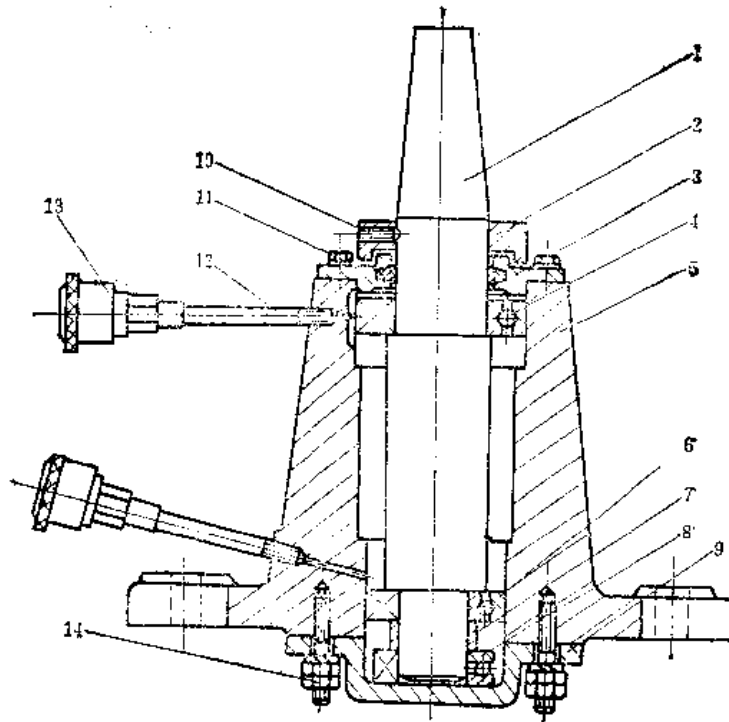

图8-8-2 机座
- ① 用拉具拆下输入轴的弹性联轴器, 接着拉下输出轴的小锥齿轮。
- ② 拆上下箱体, 先卸下箱体的全部联接螺栓, 再扭动上箱体的专用开启顶丝, 将上箱体顶起, 使两箱体分开。注意在开上下箱体时切不可用扁铲强行撬开, 防止损坏箱体法兰。
③ 拿下全部齿轮轴、端盖及调整环, 经清洗后分别(用拉具或压)拆下轴承、甩油圈、隔套及齿轮。当用压床拆轴承或齿轮时, 可先在压床上将轴承外圈放平垫好, 然后把轴压出。在不具备这种条件时, 亦可用软质棒材(如铜棒)顶住轴承内圈向外敲打, 每打一次调转 $180^\circ$ 再打, 严禁用坚硬物料硬打, 以防损坏轴承。在拆齿轮时, 不准用锤直接打击轴端, 可在轴端垫上铜板后再用锤将轴打出, 防止将轴头打毛、打胀。
④ 对拆下的全部零件进行清洗擦拭, 清除油污。
⑤ 对所有零件的配合面进行技术检测, 根据磨损的情况, 确定修复或更换, 经修复后的零件通过检查合格后才能使用。
⑥ 上述工作完成后, 再将全部零件进行一次复检, 全部符合图样技术要求后方可组装。
##### (2) 机座(图8-8-2)的修理